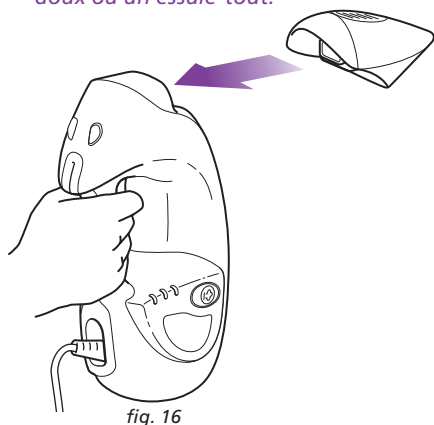

fig. 16
- 2 Veuillez premièrement installer la buse pour vapeur directe en l'appuyant sur le presseur à vapeur portatif jusqu'à ce qu'elle s'enclenche en place. (fig. 16)